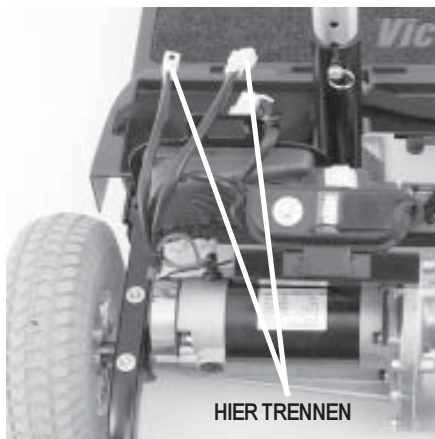

ABB. 14. BATTERIEKABEL
5. Batteriekabel trennen. Siehe Abb. 14.